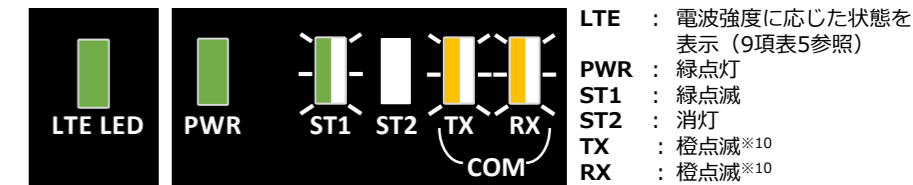

図13. SVセンサ設定完了後の表示LEDランプ状態
(1) SVセンサのランプ状態が図13の通りであることを確認する。
LEDランプが図13と異なる場合は、「エコめがねサービスヘルプデスク」までご連絡ください。